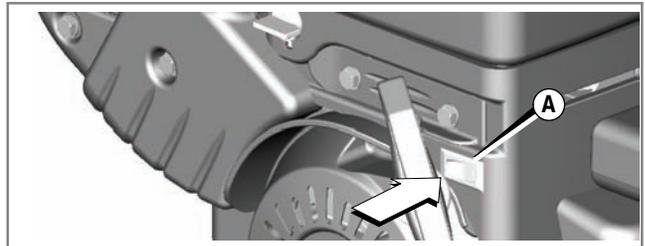

Figure 9
1. Placer l'interrupteur d'arrêt (**A**), le cas échéant, en position d'arrêt (Figure 9).